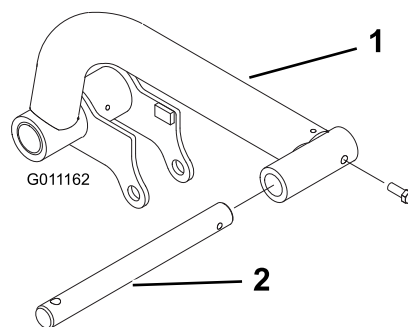

Figura 14
- Inserte una barra de giro en cada brazo de elevación y alinee los taladros de montaje (Figura 14).